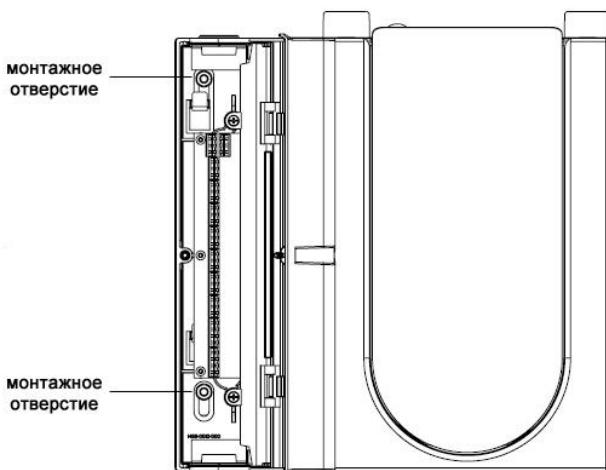

Рис.2 Монтажные отверстия для резьбовых шпилек
- Сдвиньте блок вниз так, чтобы он зацепился за крюки, и закрепите его, по крайней мере, на одной из двух резьбовых шпилек (рис. 2) при помощи шайбы и гайки, поставляемых в комплекте.